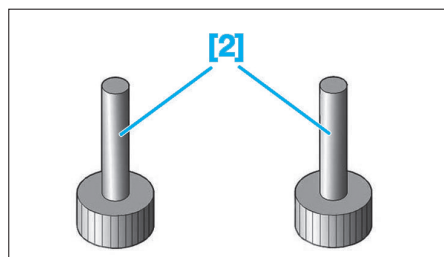

Fig. 48
- [2] Obturateurs pour raccords encliquetables (réf. 5705-T) (Fig.48)